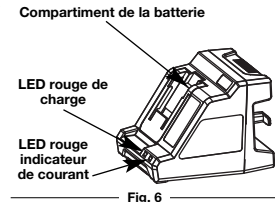

Fig. 6
- Le LED rouge, indicateur de courant, s'allumera (Fig. 6).
- REMARQUE :** Assurez-vous que la batterie est complètement insérée dans le chargeur en vous assurant que le LED rouge de charge de batterie est allumé (Fig. 6).
- Dès que la batterie est complètement chargée, le LED rouge devient vert (Fig. 6).